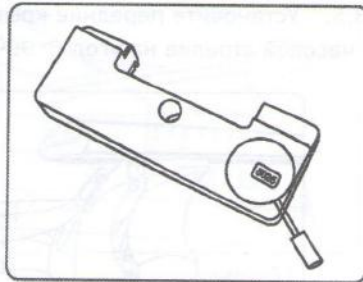

рис. 15
1.3.2. Определите место установки опор в штатные места на крыше автомобиля (рис. 15).